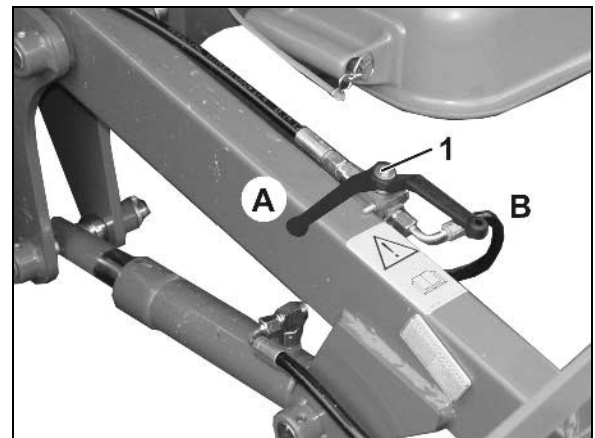

Рис. 83
7. Приведите шаровой кран (Рис. 83/1) в положение **B**.